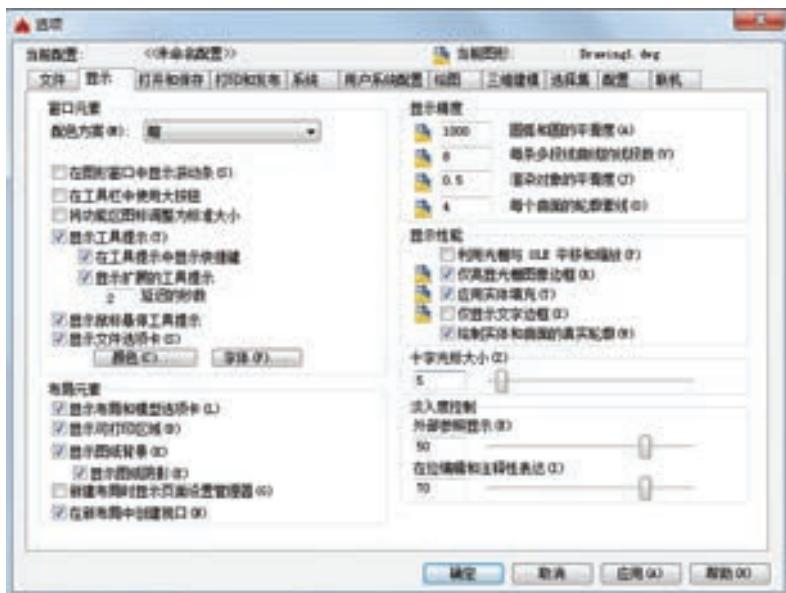
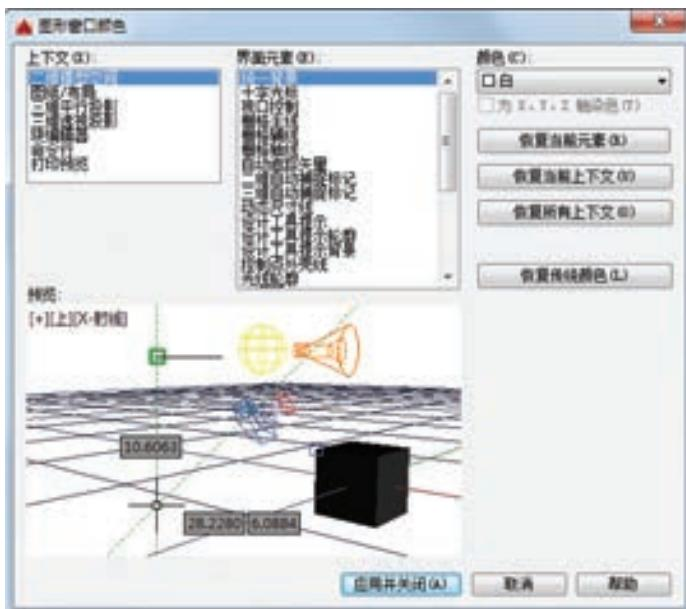

图 2-11 “选项”对话框中的“显示”选项卡
图 2-12 “图形窗口颜色”对话框
光标的长度系统预设为屏幕大小的 5%，用户可以根据绘图的实际需要更改其大小。改变光标大小的方法：在绘图区中右击鼠标，打开快捷菜单，如图 2-2 所示，选择“选项”命令，屏幕上将弹出关于系统配置的“选项”对话框。打开“显示”选项卡，在“十字光标大小”选项组中的文本框中直接输入数值，或者拖动文本框右侧的滑块，即可对十字光标的大小进行调整，如图 2-11 所示。
- 1) 在绘图区中右击鼠标，打开快捷菜单，如图 2-2 所示，选择“选项”命令，打开“选项”对话框，选择如图 2-11 所示的“显示”选项卡，单击“窗口元素”选项组中的“颜色”按钮，将打开图 2-12 所示的“图形窗口颜色”对话框。